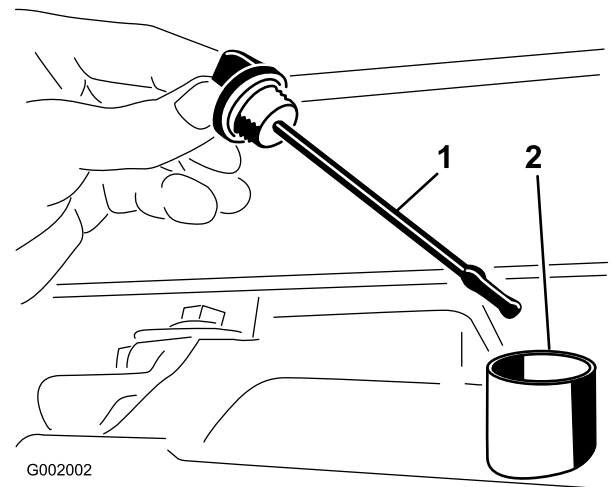

Figura 64
2. Togliete l'asta di livello dal transaxle ed asciugatela con un panno pulito (Figura 64).